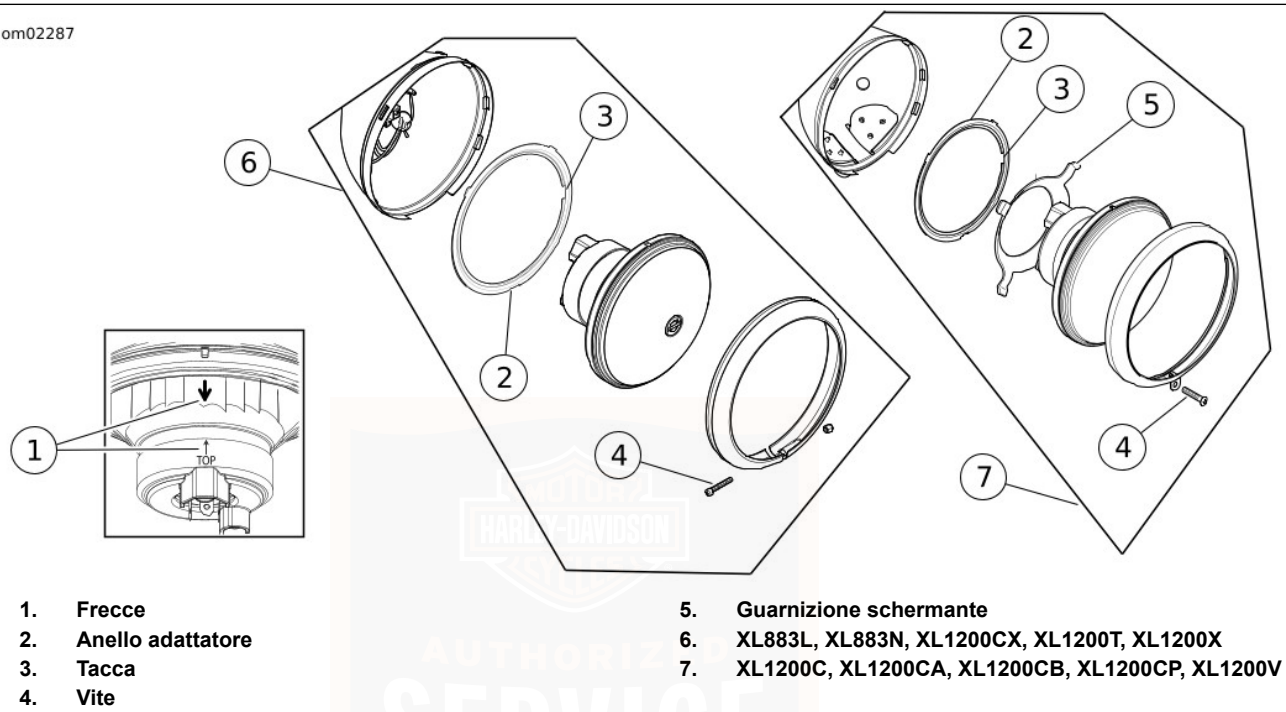

Figura 60. Faro anteriore
3. Vedere Figura 60. Abbinare la freccia TOP (alto) sulla protezione di gomma alla freccia del catarifrangente (1). Inserire la protezione di gomma sopra i terminali a forcella della lampadina. Far fuoriuscire l'aria dalla protezione per sigillare il gruppo della lente e del catarifrangente.
5. Verificare che l'anello adattatore (2) sia in posizione con le due linguette dell'anello nelle due protuberanze nel guscio del faro anteriore.
6. Posizionare la linguetta singola sul catarifrangente sulla tacca (3) all'interno dell'anello adattatore.
7. **Per modelli XL1200C, XL1200CP, XL1200CA, XL1200CB, XL1200V:** installare la guarnizione schermante di gomma (5).
9. **Per modelli XL883L, XL1200CX, XL1200N, XL1200T, XL1200X:** installare la vite (4) e il dado. **Per modelli XL1200C, XL1200CP, XL1200CA, XL1200CB, XL1200V:** installare la vite (4).